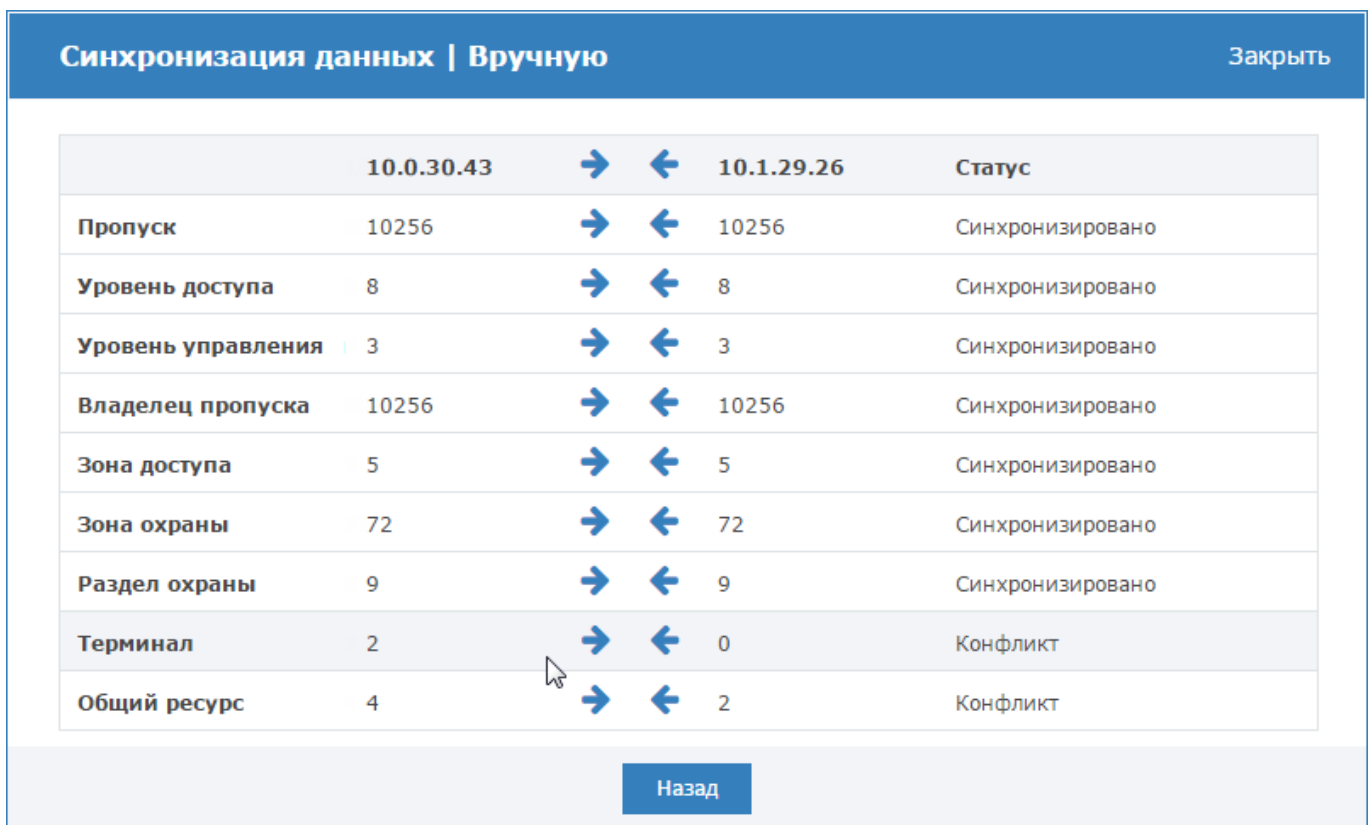

Рисунок 9.82 — Синхронизация данных по типам
- Для синхронизации данных выберите любую пару узлов (нажмите в требуемой ячейке таблицы и в следующем окне с помощью стрелок влево и вправо выполните синхронизацию по требуемым типам данных (рисунок 9.82).